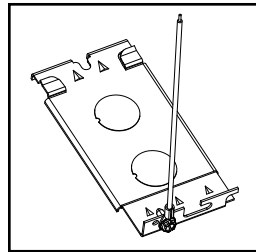

Figure 1
- Enlevez la plaque d'accès électrique et retirez les entrées défonçables de la plaque d'accès pour attacher le câble d'alimentation électrique (Figures 1 et 2). Réinstallez le coffret électrique.